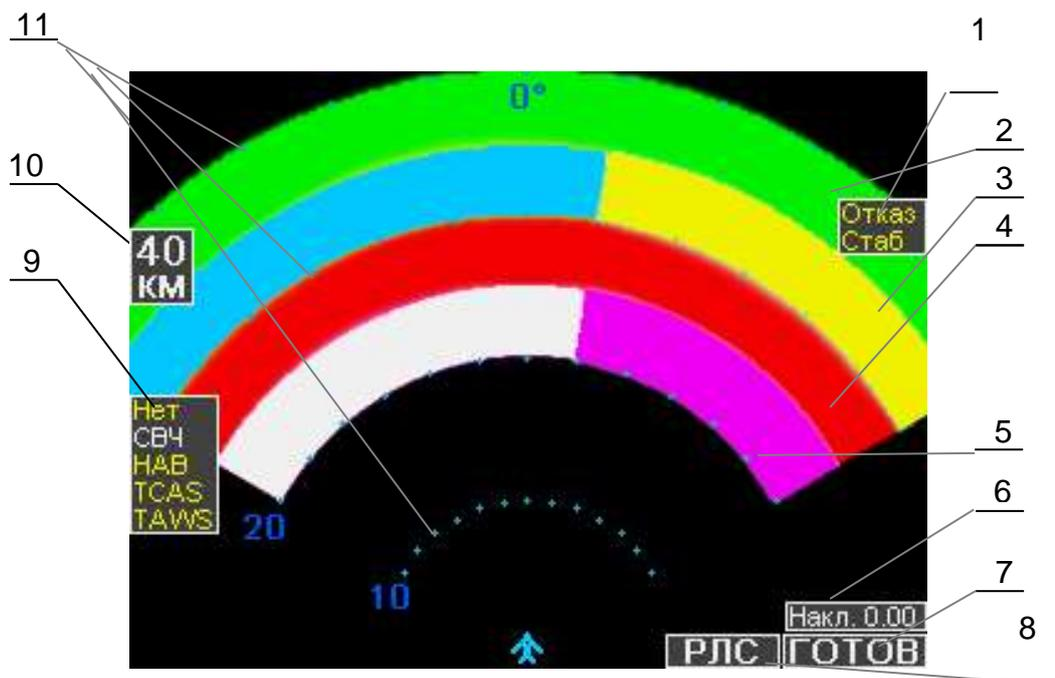
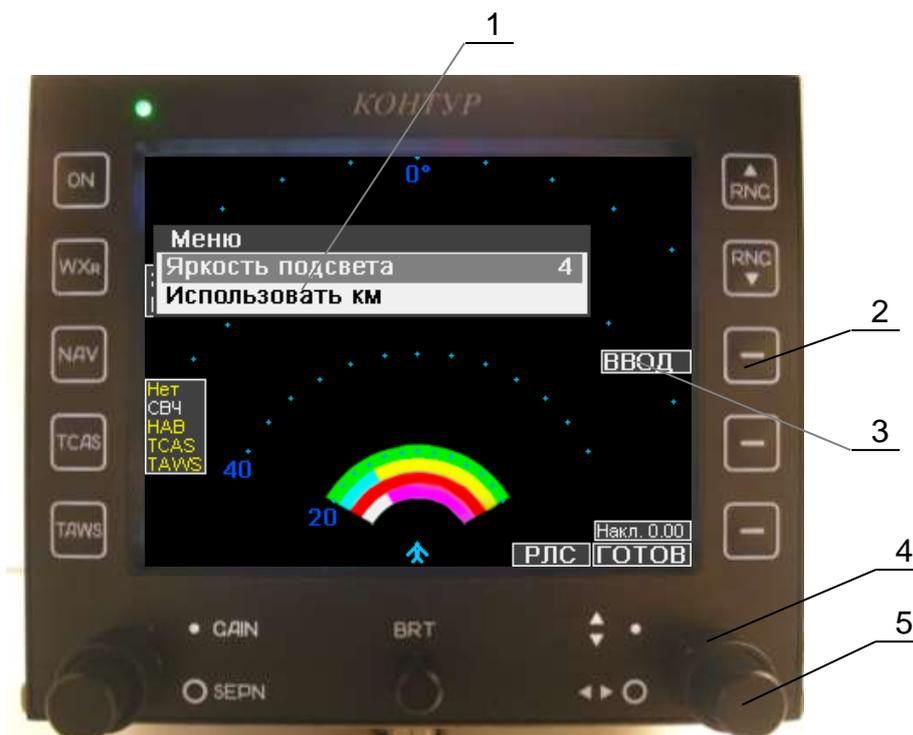

Рисунок 4 - Изображения контрольных сигналов на экране МФИ в режиме «Готовность»
Рисунок 5 – Изображение на экране МФИ при выводе меню настройки яркости подсвета надписей панели и переключения единиц измерения дальности
- 3.1.1.3 Для вывода на экран МФИ изображения контрольных сигналов режима «Готовность» (рис. 4) необходимо нажать кнопку WXR (рис. 3, поз. 3). В режиме «Готовность» не происходит излучения СВЧ энергии.
- 3.1.1.8 Управление наклоном антенны осуществляется вращением ручки  • (рис. 3, поз. 15). При этом значение угла наклона антенны (в градусах) отображается в поле экрана (рис. 4, поз. 6). Нажатие на ручку  • на время более 4 секунд позволяет вызвать меню регулировки яркости подсвета надписей передней панели и переключения единиц измерения дальности (километры или морские мили) (рис. 5, поз. 1). Выбор функции меню осуществляется вращением ручки  • (рис. 3, поз. 15). Активным является затененное поле меню (белые символы на темном фоне). Регулировка яркости подсвета надписей передней панели производится вращением ручки  (рис.3, поз. 16). Для установки выбранной яркости подсвета надписей передней панели или размерности отображения радиолокационной информации нужно нажать кнопку  (рис. 5, поз. 2), около которой расположено поле экрана с надписью ВВОД (рис. 5, поз. 3).
3.1.2.2 Изменение индикации угла наклона антенны (рис. 4, поз. 6) на экране МФИ при вращении ручки управления наклоном антенны (рис. 3, поз. 15) свидетельствует о нормальной работе интерфейсов передачи сигналов управления антенной от приемопередатчика и приема информации об угловом положении антенны.
- поле для индикации отказа стабилизации антенны вследствие отсутствия данных о крене и тангаже, а также отказов блоков (рис. 4, поз. 1);
- поле для индикации угла наклона антенны (рис. 4, поз. 6);
- поле для индикации режима работы РЛС (рис. 4, поз. 7);
- поле для индикации информации, от какой системы выводится информация на экран МФИ (рис. 4, поз. 8)
- поле для индикации информации о выключенном СВЧ излучении, а также отсутствии данных от сопрягаемых систем (рис. 4, поз. 9);
- поле для индикации масштаба и размерности радиолокационного изображения (рис. 4, поз. 10);
3.1.2.4 Для определения местоположения объекта относительно летательного аппарата в полярной системе координат используются калибрационные метки в виде точек, расположенных по дугам (рис. 4, поз. 11). Дуга является калибрационной меткой дальности с оцифровкой в зависимости от выбранного масштаба отображения информации. Точки, расположенные по дуге с интервалом в 10 градусов (без оцифровки), являются калибрационными метками азимута.
◆ • (рис. 5, поз. 5) на экране МФИ появляется меню (рис. 5, поз. 1). Данное меню позволяет регулировать яркость подсвета надписей на передней панели МФИ при ночных полётах и переключать размерность отображения радиолокационной информации из километров в морские мили или наоборот. Выбор функции меню производится вращением ручки ◆ • (рис. 5, поз. 5). Активным является темное поле меню. Регулировка яркости подсвета осуществляется ручкой ◀▶ ○ (рис. 5, поз. 4). Для подтверждения выбора размерности отображения радиолокационной информации или яркости подсвета нажать кнопку  (рис. 5, поз. 2), около которой на экране присутствует поле «ВВОД» (рис. 5, поз. 3).